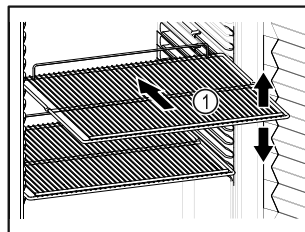

Fig. 50 Példaként szolgáló ábrázolás
- Ha a tároló rácsok Fig. 50 (1) áthelyezhetőek, akkor igazítsa be őket a kívánt magasságnak megfelelően.